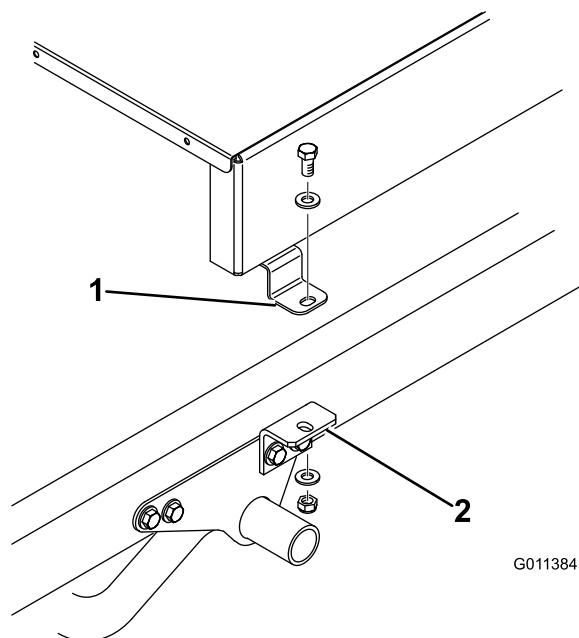
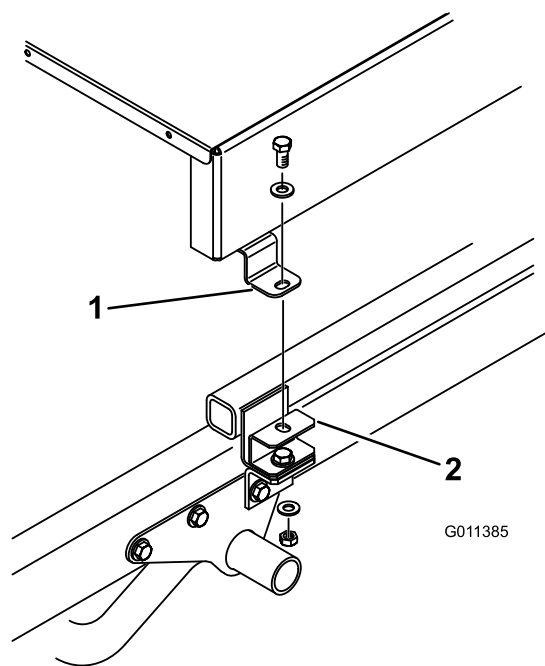

Figura 9
Figura 10
7. Installate senza serrare la parte superiore di ogni staffa di attacco (Figura 9) o staffa distanziale (Figura 10) alla linguetta di montaggio su ogni lato dello spargitore con una vite a testa cilindrica 1/2" x 1", 2 rondelle piane e i dadi di bloccaggio. Serrate tutti i dispositivi di fissaggio.